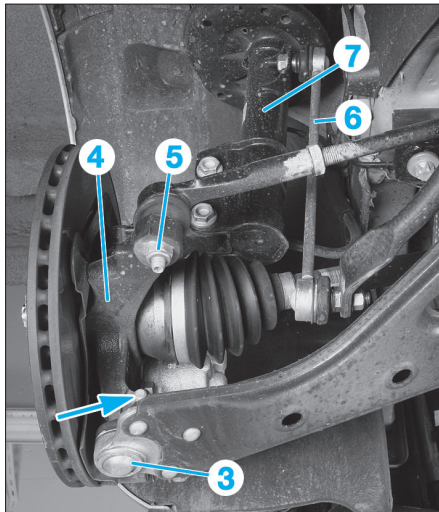

Fig. 11
• De chaque côté, désolidariser (flèche) la rotule inférieure (3) du pivot (4) (Fig.11).